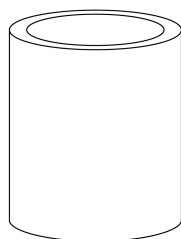

Figura 4: Accessorio per il crimpaggio Qualcrimp
• **Accessorio per il crimpaggio Qualcrimp (Figura 4)**